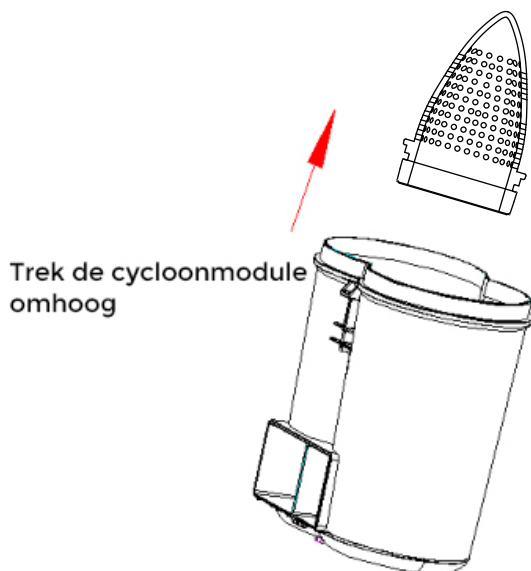

Fig.3
1. Trek de cycloonmodule omhoog (Fig. 3).